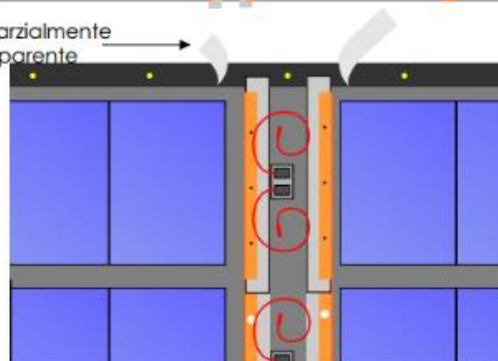

Fig.23
- Con riferimento alle linee evidenziate in verde di figura 22 posizionare i profili a L, preaccoppiati con la fascia butilica, come in figura 23. Avere cura che la fascia butilica, rimuovendo la protezione inferiore, aderisca completamente e sigilli la giunzione tra le tegole affiancate e tra fila e fila (fig. 23).